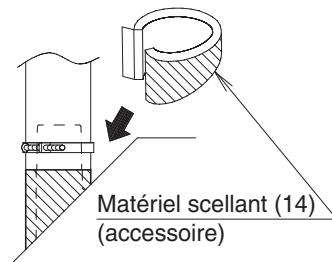

Fig. 20
- Après avoir vérifié que l'écoulement d'eau se fait correctement, reportez-vous à la Fig. 20 et fixez le matériel scellant (14) pour obtenir l'isolation thermique de la prise d'écoulement.
Après avoir vérifié que l'écoulement d'eau se fait correctement, reportez-vous à la **Fig. 20** et fixez le matériel scellant (14) pour obtenir l'isolation thermique de la prise d'écoulement.
**(3) En cas de fuite d'eau, il peut se produire un suintement. Par conséquent, assurez-vous d'isoler la tuyauterie et les prises d'écoulement à l'intérieur.**
Après avoir vérifié l'écoulement, mettez du matériel scellant (14) fourni selon les instructions fournies à la **Fig. 20** et isolez le tuyau d'évacuation (1) et le collier métallique (2) avec le matériel scellant (Grand) (10) fourni selon les instructions fournies à la **Fig. 22**.